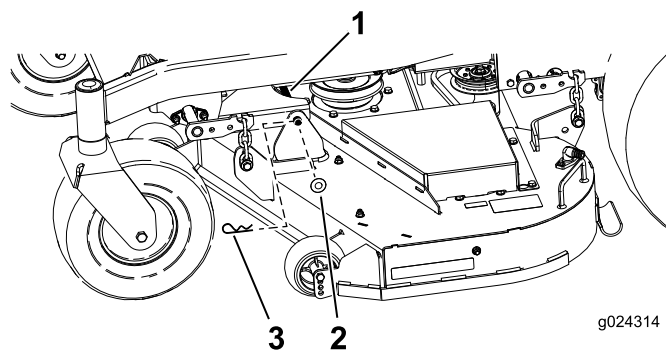

Figura 75
- Rimuovete la coppiglia e la rondella che fissano il perno d'attacco lungo al telaio e al piatto; rimuovete la barra d'attacco (Figura 75).
9. Fissate il perno d'attacco con le coppiglie e le rondelle rimosse in precedenza (Figura 75).